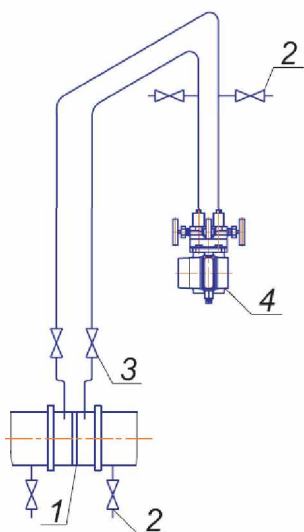

Рисунок 3.3
3.2.4.1. Датчики ЭЛЕМЕР-100 рекомендуется устанавливать в положении указанном в приложении Б. Датчики ЭЛЕМЕР-100-ДИ (модели 1111М, 1112), ЭЛЕМЕР-100-ДВ (модели 1211М, 1212, 1212Е), ЭЛЕМЕР-100-ДИВ (модели 1311М, 1311МЕ, 1312) рекомендуется устанавливать присоединительными отверстиями вверх или вниз. В зависимости от параметров контролируемой среды, условий отбора давления, датчики ЭЛЕМЕР-100-ДД устанавливаются в соответствии с рис. 3.3 - 3.6. Следует учитывать, что ориентация датчиков, особенно с верхним пределом измерений $\pm 0,04$ кПа – $\pm 2,5$ кПа, может вызвать смещение и необходимость подстройки начального сигнала на величину, зависящую от действующих сил, чувствительности преобразователя и его наклона. При выборе места установки датчика необходимо учитывать следующее: